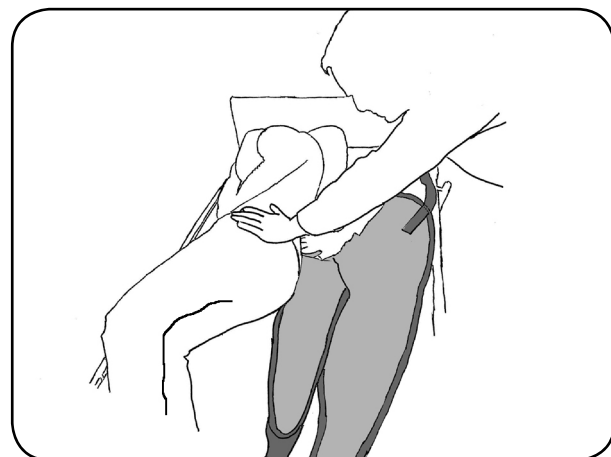

Abb. 9.02 - Liftergurt hinter dem Rücken des Patienten positioniert
5. Falten Sie den Liftergurt in der Hälfte zusammen und legen Sie ihn hinter den Rücken des Patienten. Dabei soll die Unterkante in Höhe des Steißbeines des Patienten liegen (Abbildung 9.02).